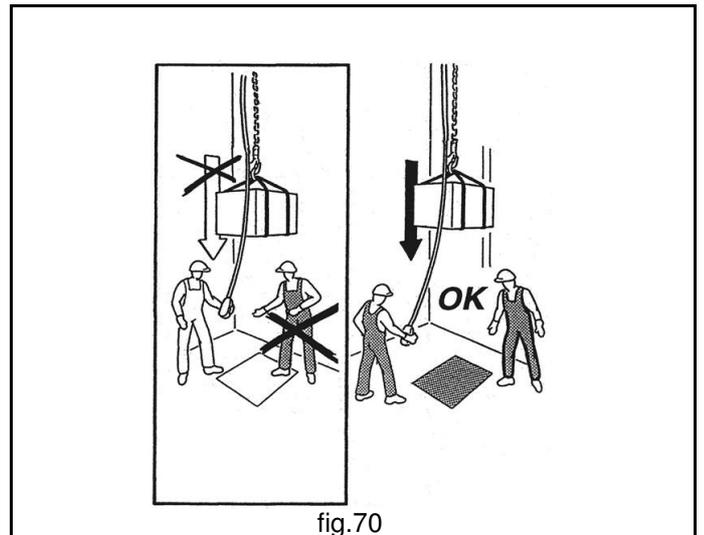

fig.70
- NUNCA** transite, se detenga, opere y maniobre debajo de la carga suspendida (fig.70).